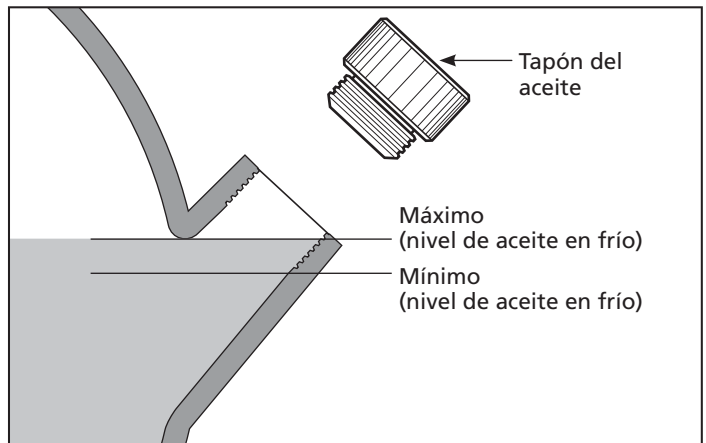

Figura 7 - Nivel de Aceite
ESTA UNIDAD UTILIZA ACEITE. Antes de poner en funcionamiento el compresor, revise el nivel del aceite (ver Figura 7).
### INSPECCIÓN DEL NIVEL DE ACEITE (ver Figura 7)
5. Si es necesario, llene con el mismo tipo y marca de aceite hasta el nivel máximo (ver la Figura 7 y la sección de lubricación).
1. Verifique el nivel del aceite (ver Figura 7).